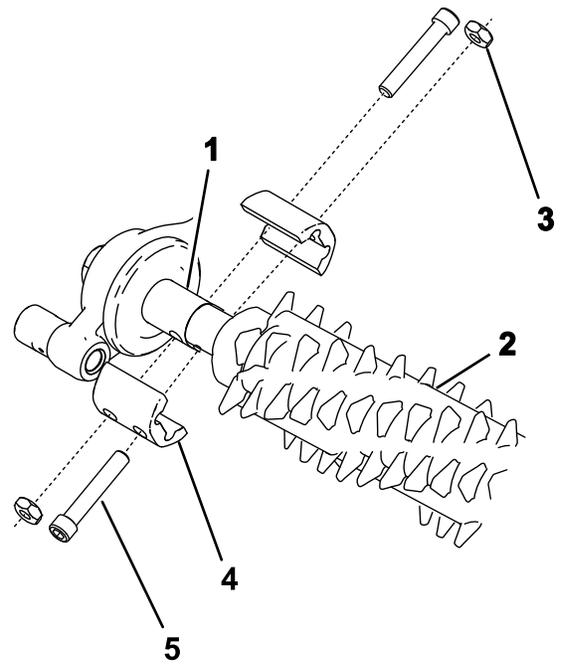

Figura 22
2. Allineate il groomer con la scatola ingranaggi del groomer e il gruppo tendicinghia (Figura 22).
3. Fissate il groomer alla macchina, come illustrato nella Figura 22 e fate in modo che i bulloni si inseriscano comodamente.